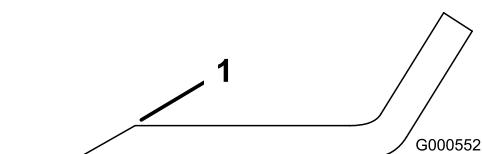
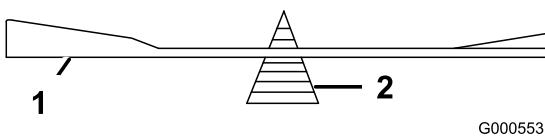

Figure 47
Figure 48
2. Vérifiez l'équilibre de la lame en la plaçant sur un équilibrage (Figure 48). Si la lame reste horizontale, elle est équilibrée et peut être utilisée. Si la lame est déséquilibrée, limez un peu l'extrémité de la partie relevée seulement (Figure 47). Répétez la procédure jusqu'à ce que la lame soit équilibrée.